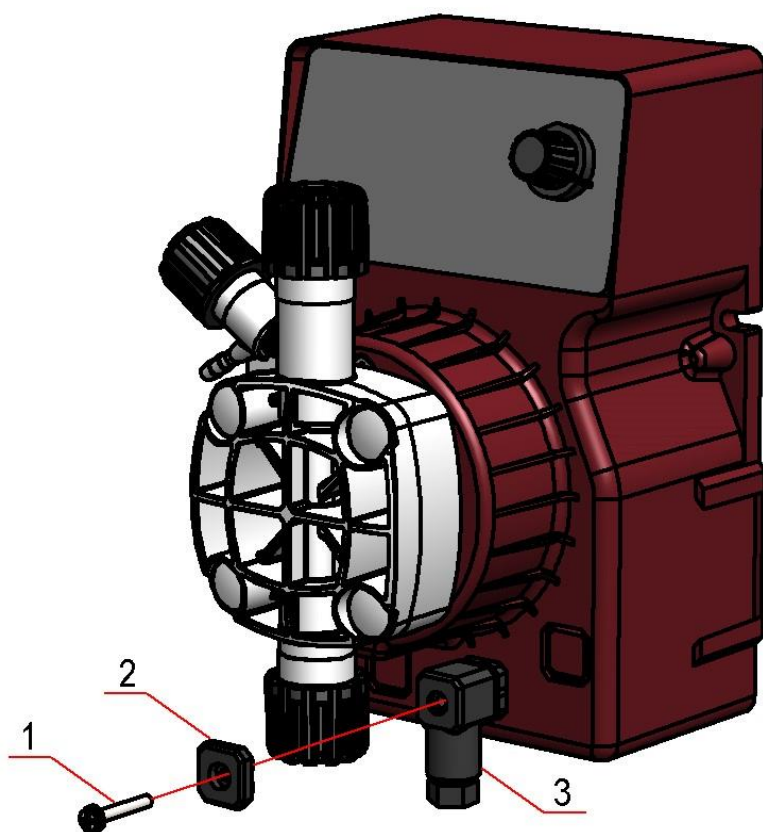
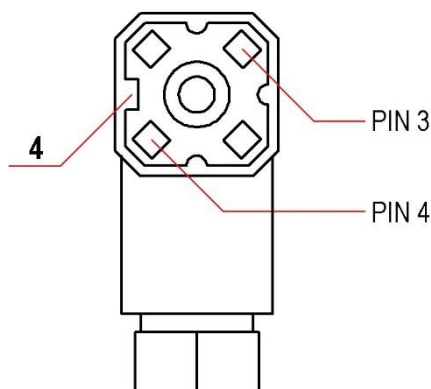

Fig. 9 - Connessione sonda di livello
Fig. 10 – Posizionamento corretto del connettore per sonda di livello.
Nella pompa dosatrice è presente un connettore maschio per il collegamento in ingresso di un interruttore di livello (fornito a richiesta). Per collegare questo accessorio agire con un giravite a punta piatta o a croce di tipo Phillips sulla vite (1) quindi rimuovere il tappo (2) o il connettore (3), a seconda della versione, tirandolo nella direzione della linea rossa, disaccoppiandolo dal connettore maschio presente sulla pompa dosatrice (Fig. 9). Il frutto del connettore (3) deve essere sfilato dal suo contenitore e girato in modo che la sua chiave (4) risulti posizionata come indicato (Fig. 10) per il corretto accoppiamento con il corrispondente connettore maschio montato sulla cassa. Per sfilare il frutto del connettore (3) sfilare la vite (1) e con l’ausilio di un cacciavite a taglio agire sulle due linguette presenti sulla sede dove era presente la vite (1) ed estrarre il particolare. Connettere i 2 fili della sonda livello uno al PIN 3 e l’altro al PIN 4, indistintamente, quindi riassemblare il connettore (3). Inserire il connettore (3) sul corrispondente connettore maschio presente sulla cassa e serrare la vite (1).